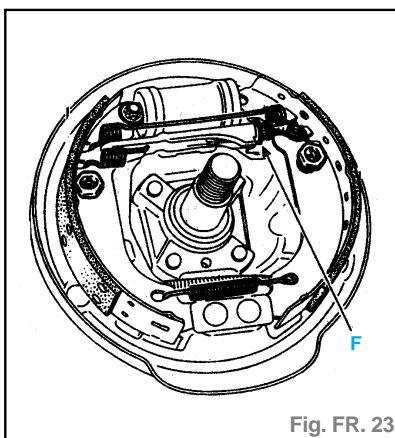

Fig. FR. 23
- À l'aide d'un tournevis, ajuster le réglage diamétral des segments par le secteur cranté (F) (fig. FR. 23).